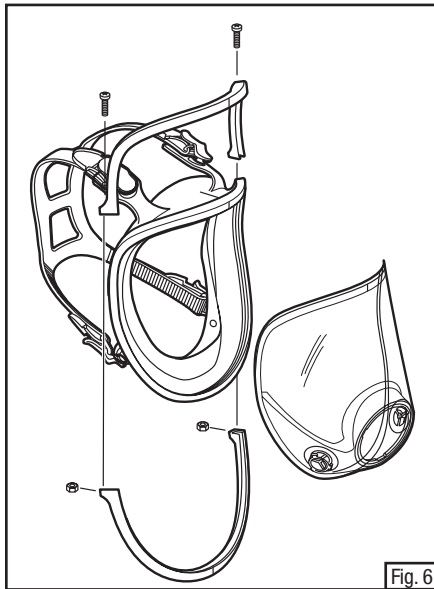

Fig. 6
- Placer le cadre inférieur, en alignant les repères verticaux centraux, puis presser pour mettre en place (Fig. 6).